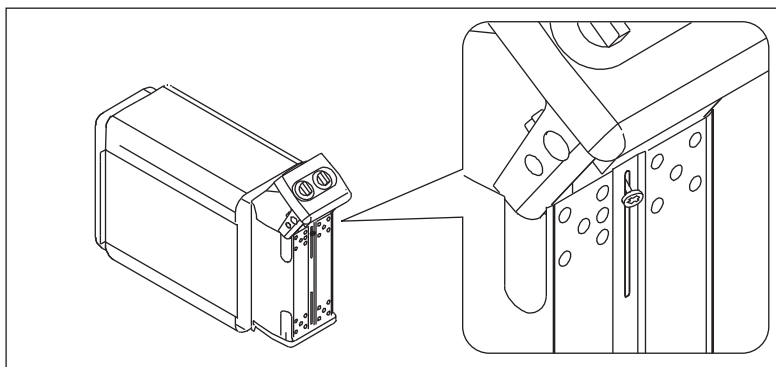

Рисунок 8. Подключение соединительного кабеля
4. Когда кабель присоединен, торцевая часть с приборами управления осторожно возвращается в электрокоробку. См. рис. 8. Перед затяжкой крепежного шурупа убедитесь, что край электрокоробки находится в дне паза торцевой части.
- Каменка гибким проводом подсоединяется к соединительной коробке (рис. 8: А) на стене сауны. Соединительная коробка должна быть брызгозащищенной и находиться на расстоянии не выше 500 мм от пола.
- В качестве кабеля (рис. 8: В) следует использовать резиновый кабель типа H07RN-F или подобный. **ВНИМАНИЕ! Использование кабеля с ПВХ-изоляцией запрещено вследствие его разрушения под воздействием тепла.**